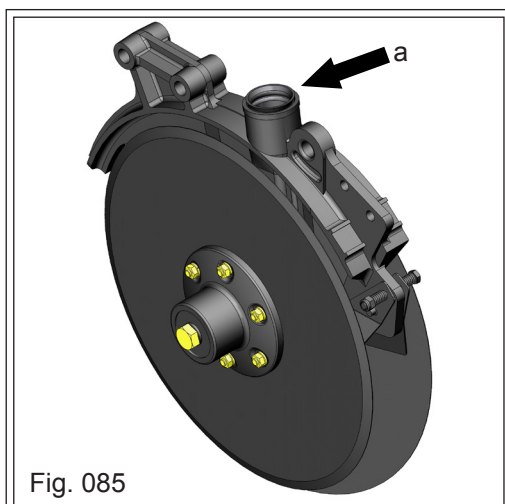
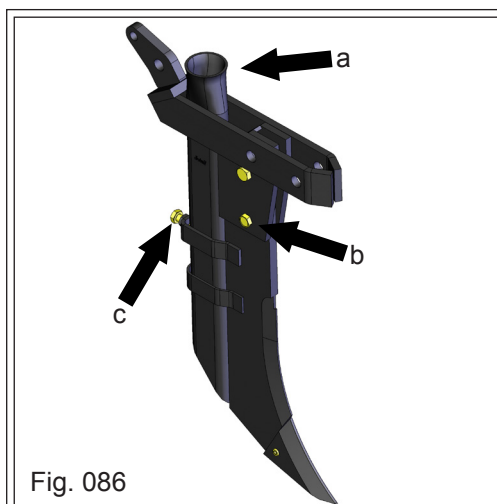

Fig. 085
Fig. 086
A aplicação de fertilizantes é feita através de disco duplo desencontrado de 16” (“a” Fig. 085) ou sulcador profundo (“a” Fig. 086), conforme as necessidades de plantio ou opção do agricultor
O Disco Duplo de Fertilizantes e o Sulcador possui um condutor de material plástico (“a” Fig. 085) e (“a” Fig. 086) para adubo, com a finalidade de conduzir o fertilizante na posição ideal para a germinação e desenvolvimento da planta. Recomenda-se a limpeza periódica dos mesmos, pois o bom estado dependerá a regularidade da distribuição desejada. O Disco Duplo é equipado com mancais blindados e limpadores individuais nos discos.
O conjunto do sulcador de adubação profunda possui sistema de parafuso fusível ("b" Fig. 086) que permite o desarme da bota sulcadora ao encontrar qualquer obstáculo na linha de plantio. O adubo é conduzido para a profundidade desejada através da regulação permitida pelo condutor de adubo, bastando para isso regulá-lo através do parafuso ("c" Fig. 086) e regulação do conjunto da haste das molas vide item 10.1.